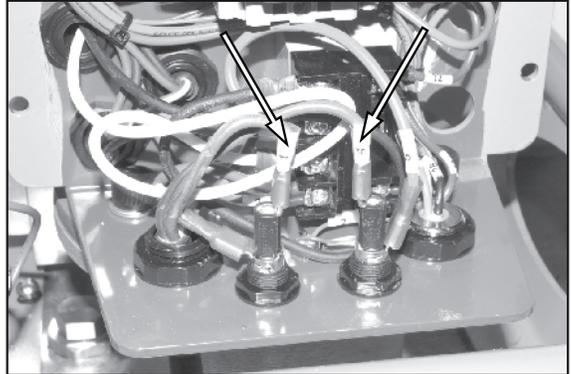

Figure 18.
3. Voir Figure 18. Débranchez les deux fils d'alimentation.